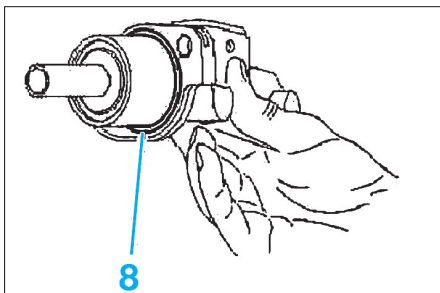

Fig. 15
- Remplacer systématiquement le joint (8) (Fig.15).